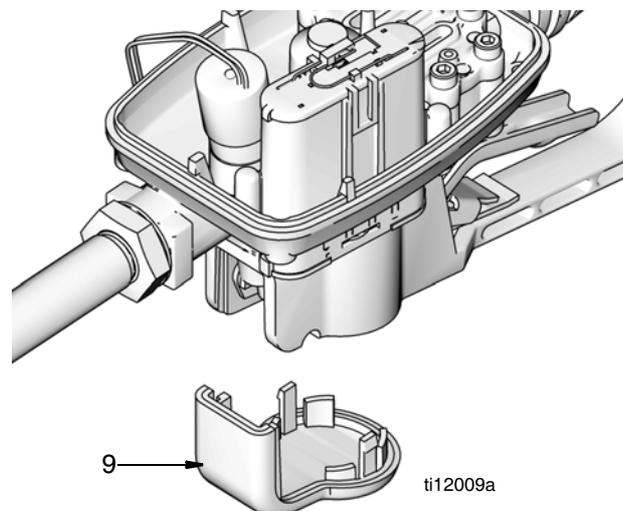

FIG. 36
8. Enlever la protection (9) en introduisant le pouce ou un doigt derrière le couvercle et bouger pour le détacher. Glisser ensuite la protection vers le bas pour la faire sortir de la rainure du boîtier (FIG. 36).